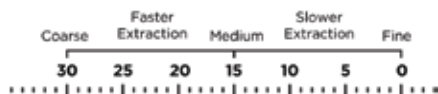

Fig. 3:
2. Bønneboksen har markeringer, der angiver kaffens grovhed (se Fig. 3). For at justere malingsindstillingen, skal du sikre dig, at din ønskede indstilling på bønneboksen er justeret med markeringen på topdækslet (som vist i Fig. 4).